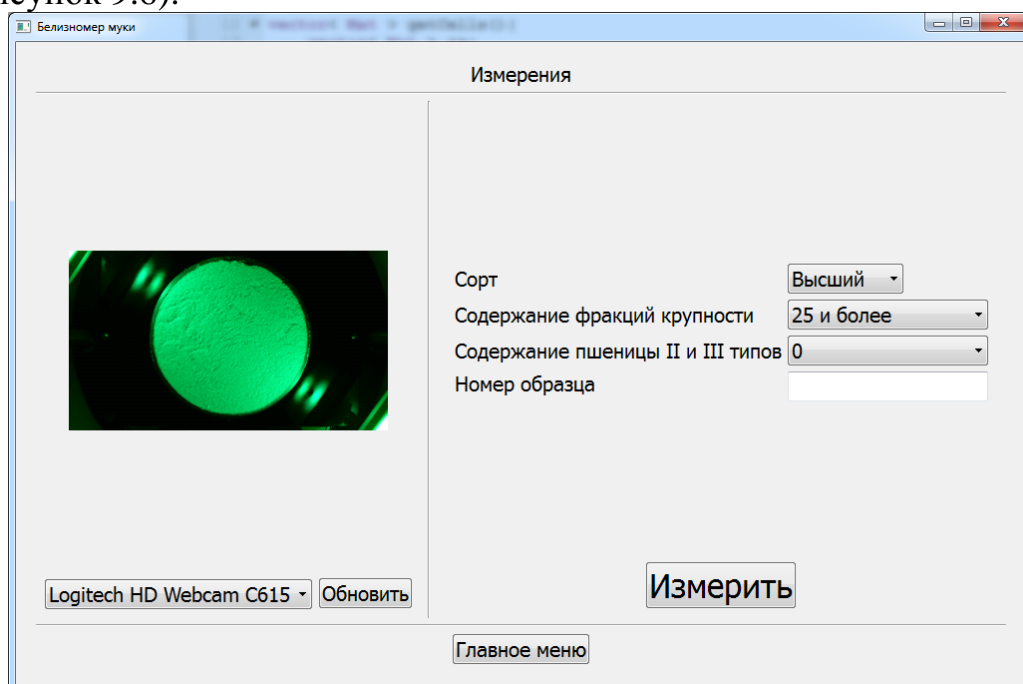

Рисунок 9.6. Подготовка к измерению.
4. В правой части экрана необходимо выбрать сорт муки, содержание фракций крупности и содержание пшеницы I и II типов. Эти данные используются для автоматической коррекции результатов согласно ГОСТ 26361-2013. Также есть возможность ввести номер образца (Рисунок 9.6).